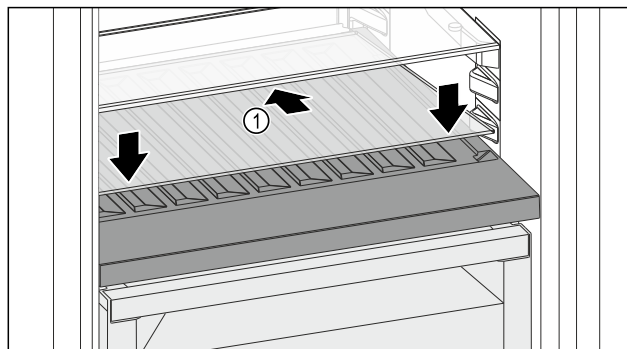

Fig. 194
- Skleněnou desku Fig. 194 (1) zasuňte šikmo a skloněnou dozadu dolů.
- Skleněnou desku Fig. 194 (1) vpředu spusťte dolů.